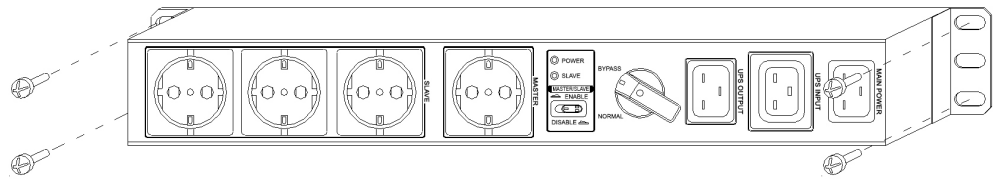

Рисунок 3 – Порядок установки модуля MBU 3К-220V на стену
**7.1.4** Установку модуля на стену следует производить в следующей последовательности (рисунок 3):